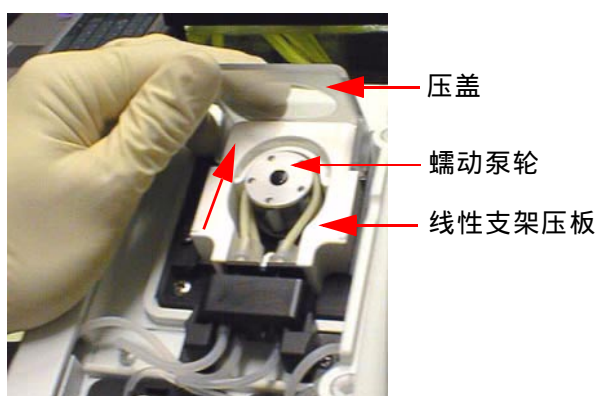

图 5 (1)
- 打开蠕动泵的透明塑料玻璃盖(压盖)。线性支架压板(白色塑料零件)被向上推起(见图 5/1)。
- 将整套蠕动泵管(支架和管子)取下(见图 5/2)。